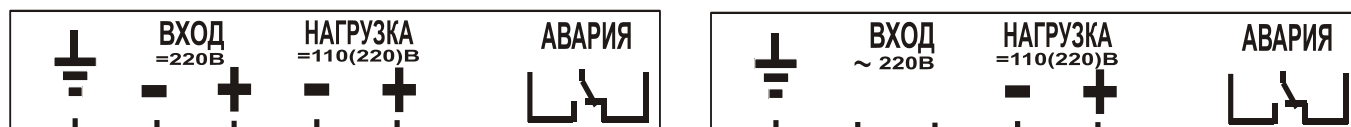

Рис.2
5.3. Подключить, соблюдая полярность, нагрузку к клеммнику ИПС кабелем с сечением медных проводов не менее 1,5 кв.мм. (см. рис.2).